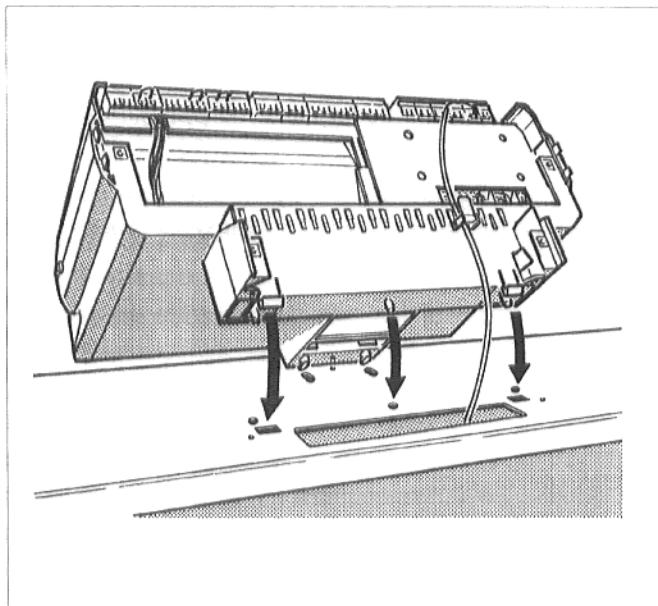

Рис. 7. Установка регулятора
- Насадить регулятор на передний колпак котла так, чтобы вставные крючки на нижней части регулятора вошли спереди в овальные отверстия (рис. 7).
- Вставить капиллярные трубы датчиков температуры и, при "Ecomatic"-регулировании, трубопровод датчика температуры котельной воды, через отверстие в переднем колпаке котла (рис. 7).
- Тянуть регулятор в направлении вперед, и давить его при этом вниз, до тех пор, пока эластичные крючки не войдут в отверстия сзади (рис. 7).